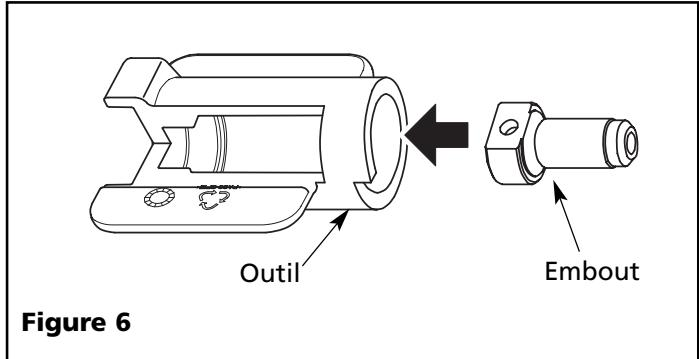

Figure 6
3. Remplacer l'embout au besoin. Voir les figures 6 et 7. Pour un alignement approprié des embouts, resserrer jusqu'à ce que l'outil entre en contact avec la languette sur le bras rotatif, tel qu'illustré sous la figure 8.